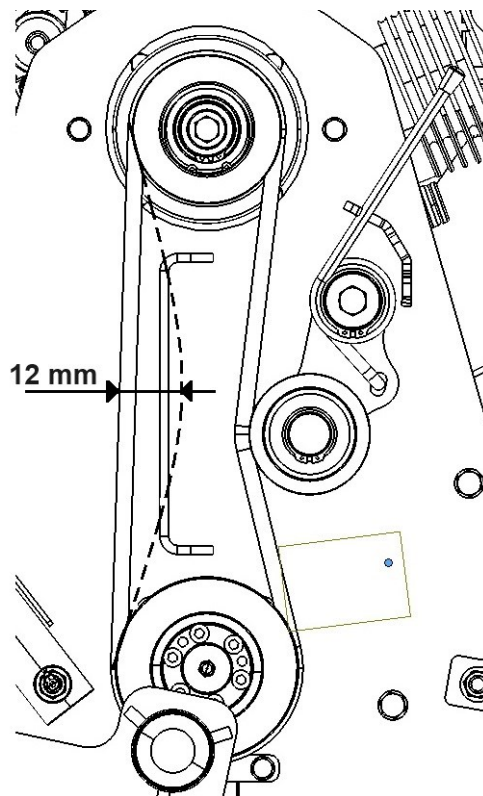

Abb. 7. Spannungszustand der Riemen des Riemengetriebes
- die Getriebeabdeckung (1) durch Herausdrehen der vier Befestigungsschrauben demontieren,
- die Riemenspannung prüfen (bei Fingerdruck auf den Keilriemen in der Mitte zwischen den Riemenscheiben gibt der Riemen bis zu 12 mm nach) (Abb. 7),
- falls eine Erhöhung der Riemenspannung erforderlich ist, den Spannhebel (2) verstellen, bis die erforderliche Riemenspannung erreicht ist,